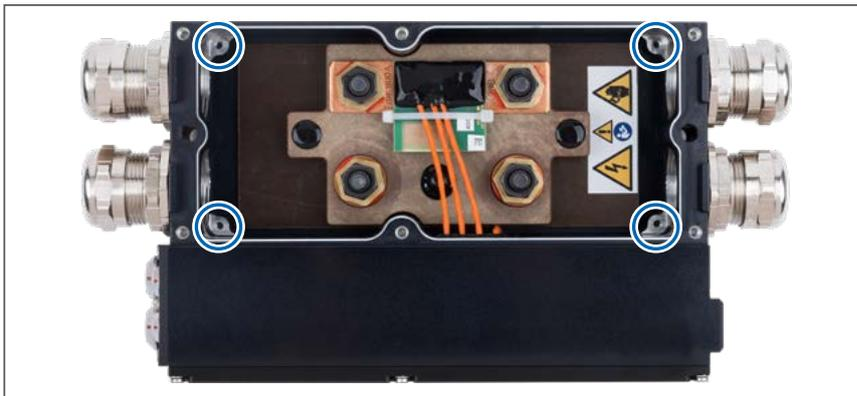

Abb. 4-10: HV BM 1.2, Gehäuse offen und M3-Gewindebohrungen markiert
- ▶ Alternativ kann eine Verbindung von Abschirmung und Gehäuse auch direkt über die vier M3-Gewindebohrungen im HV BM Modulgehäuse (Abb. 4-10) erfolgen.